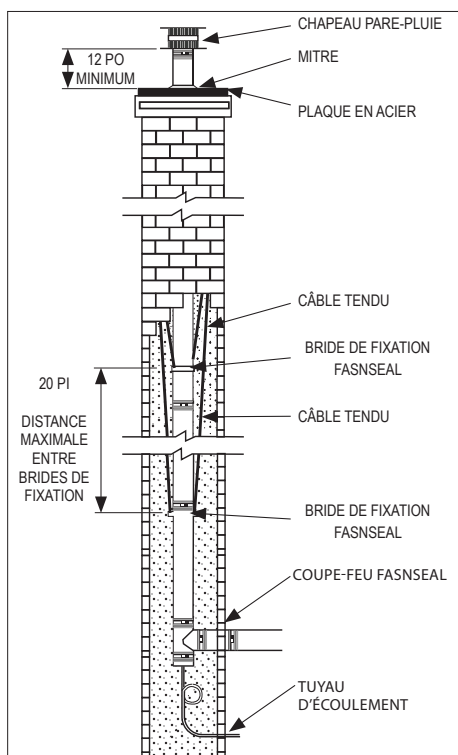
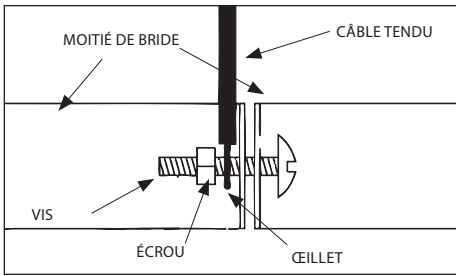

Figure 7
Figure 9
Une autre façon de soutenir des installations passant par une cheminée de maçonnerie consiste à utiliser une série de câbles tendus et de brides de fixation FasNSeal. Se reporter à la **Figure 7** pour une installation typique. Il est essentiel d'utiliser suffisamment de brides et un renfort adéquat pour soutenir en toute sécurité le poids de toute la colonne verticale. Il est essentiel d'utiliser suffisamment de brides et un renfort adéquat pour soutenir en toute sécurité le poids de toute la colonne verticale. DuraVent recommande également d'utiliser un raccord de purge FasNSeal à la base du système d'évacuation.
2. Installer une bride de fixation FasNSeal à la base de la colonne d'évacuation. La première bride de fixation doit être placée directement sous le joint supérieur de la portion droite la plus basse (**Figure 7**). Se reporter à la **Figure 9** pour connaître la bonne façon de fixer les câbles tendus à la bride de fixation FasNSeal. Ne pas fixer le câble entre les deux moitiés de bride. Ceci empêcherait la bride de bien serrer la colonne de ventilation.